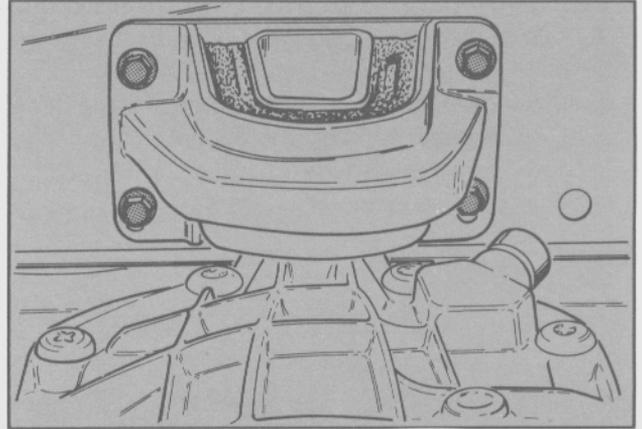

Fig. 9. Montaje trasero de la carcasa del diferencial
- Extraer el montaje trasero de la carcasa del diferencial del piso (cuatro tornillos) (Fig. 9).